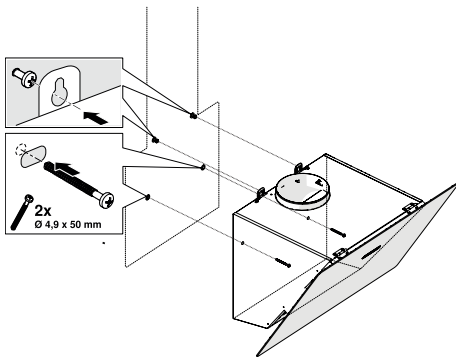

Abb. 11
- Befestigen Sie die Dunstabzugshaube zusätzlich mit den zwei (4,9x50 Schrauben an der Wand an der Innenseite des Geräts (Abb. 11).